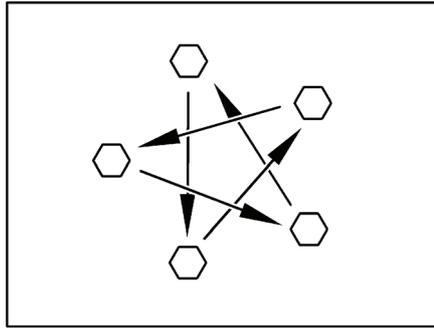

Bild 285 Radmuttern oder Radschrauben über Kreuz anziehen
- Radmuttern oder Radschrauben regelmäßig auf festen Sitz prüfen. Radmuttern oder Radschrauben eines ausgewechselten Rades nach 50 km über Kreuz nachziehen (Bild 285).
- ▷ Radmuttern oder Radschrauben über Kreuz anziehen (Bild 285).